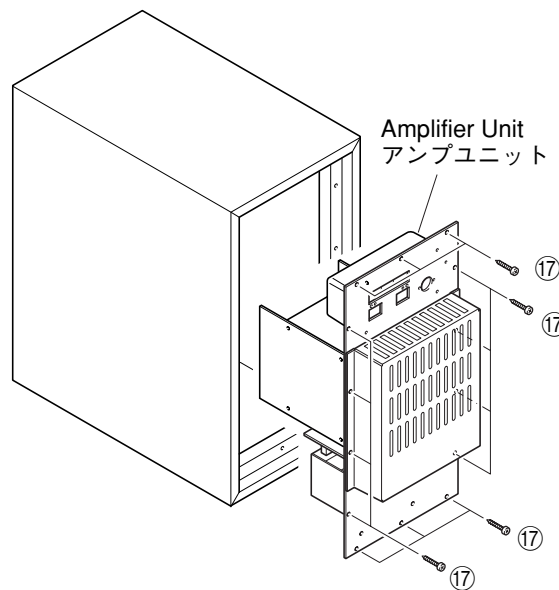

Fig. 8
Remove 14 screws (⑰) and then remove the Amplifier Unit. (Fig. 8)
⑰のネジ14本を外し、アンプユニットを取り外します。(Fig. 8)